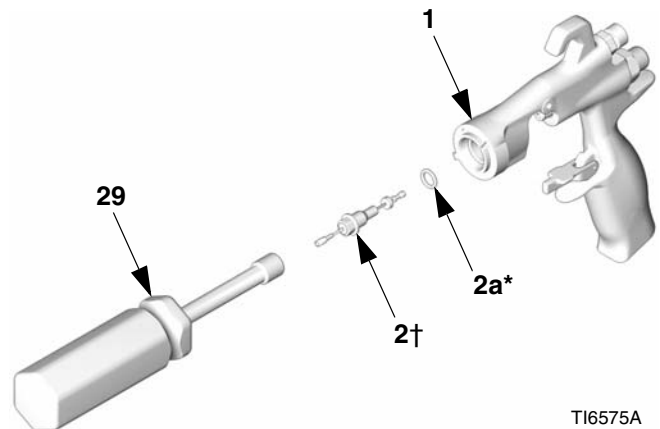

FIG. 42
5. Indfør forsigtigt den tynde ende af akslen (9) i luftventilen (8\*).
6. Montér de 2 fjedre (15 og 19). Skru fjederhætten (11) ind i pistolhusets bagstykke. Tilspænd med et moment på 24-25 N•m (210-220 in-lb).
7. Nålesamlingen, O-ringene og akslen smøres let på det sted, hvor pakningen glider. Sørg for, at O-ringen (2a\*) er på plads i pistolhuset (1).
8. Sæt væskesnålesamlingen (2) ind i forsiden af pistolen. Brug spændenøglen (29) til at skrue væskesnålesamlingen ind i pistolhuset (1), og tilspænd med et moment på 6-7 N•m (50-60 in-lb). Se FIG. 42.